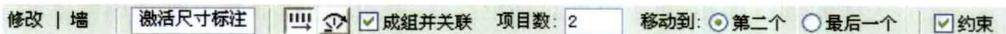

图 1-10
- **阵列：**选择图元，单击“阵列”工具，在选项栏中进行相应设置，勾选“成组并关联”复选框，输入阵列的数量，例如“2”，选择“移动到”选项中的“第二个”，在视图中拾取参考点和目标点位置，二者间距将作为第一个管道和第二个或最后一个管道的间距值，自动阵列管道，如图 1-10 所示。